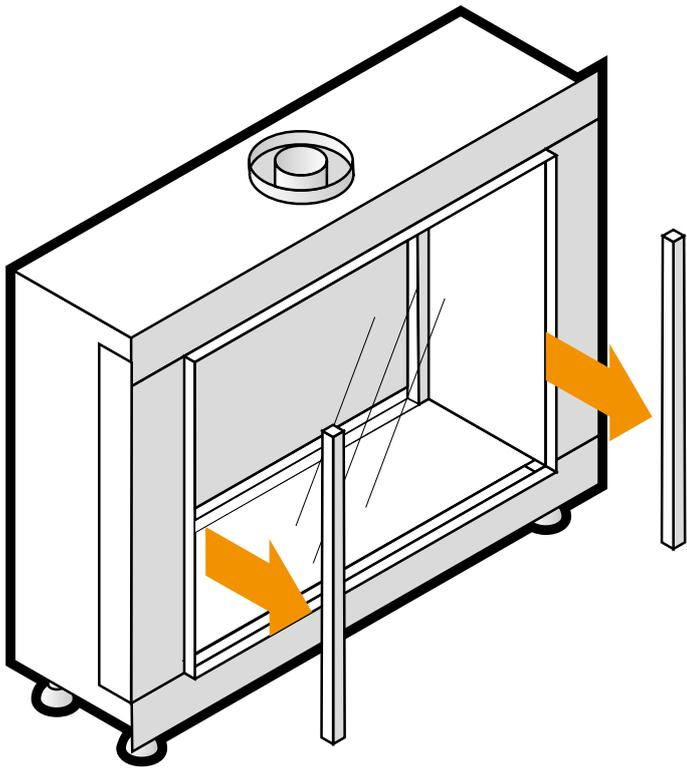

Abbildung 10-3: Entfernen der Verkleidungen
- Entfernen Sie beide Seitenverkleidungen. Sie werden durch magnetische Clips gehalten (Abbildung 10-3).